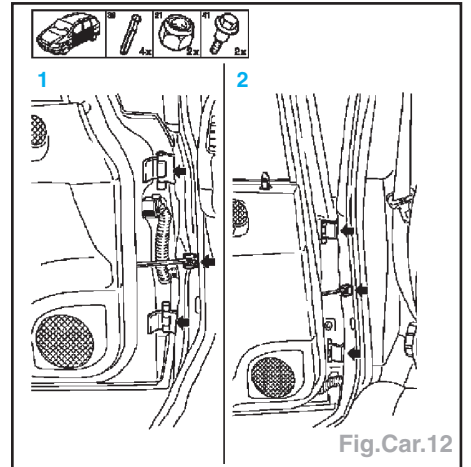

Fig.Car.12
- Déposer la vis de fixation de la retenue de porte et extraire les axes de portes à l'aide de l'outil KM-298 (Fig.Car.12).